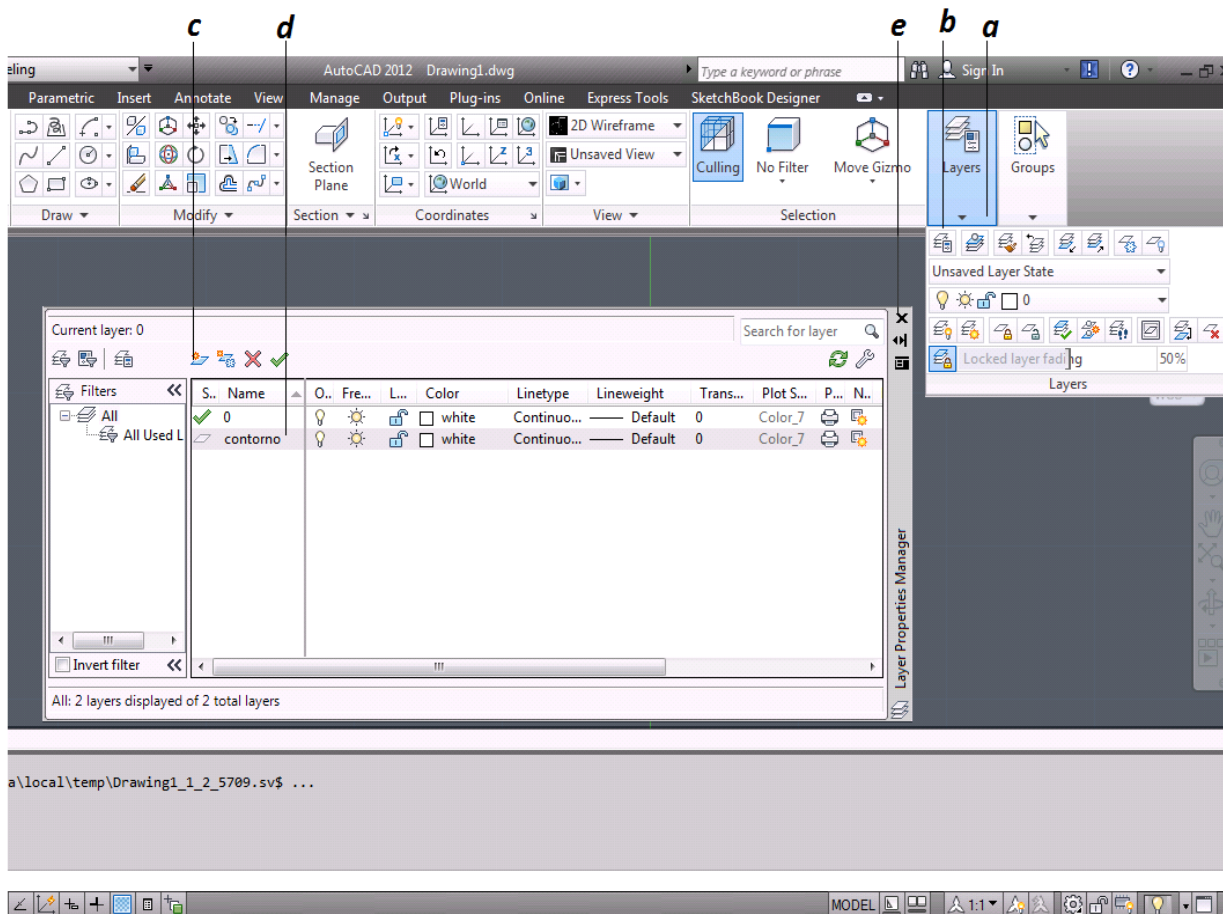

Figura 3.45 Capas “Nueva Capa”
- a. Se selecciona el icono Capas (figura 3.45).
- b. Se selecciona el icono Propiedades de Capas para crear una capa (figura 3.45).
- c. Se selecciona el icono Nueva [New], el cual se encuentra en la venta que emerge para crear una capa (figura 3.45).
- d. Se escribe contorno y se da enter para aceptar dicho nombre (figura 3.45).
- e. Se da clic en cerrar, para cerrar el cuadro de dialogo (figura 3.45).